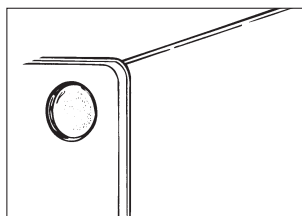

Fig. 3
3. Tirez la lampe pour l'enlever du support-lampes. Remplacez-la par une lampe similaire de 220 V et 25-40 W. (Pour augmenter la vie utile de la nouvelle lampe, évitez de la toucher avec les mains nues, utilisez des gants ou un chiffon sec). Utilisez des lampes du type halogènes G9 (Fig. 3).